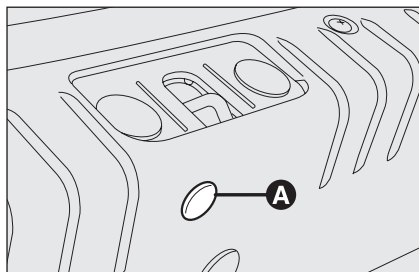
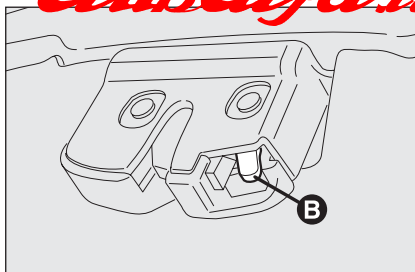

fig. 72
fig. 73
- ☐ operando all'interno del bagagliaio, togliere il coperchio **A-fig. 72** e successivamente agire sulla levetta **B-fig. 73**.